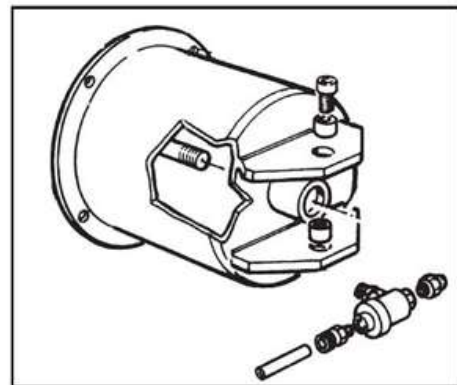

Fig. 5-6
- Pour nettoyer ou remplacer le silencieux du décolle-talon (R), se référer à la fig. 5-6 et appliquer les étapes 1 et 3 ci-dessus.